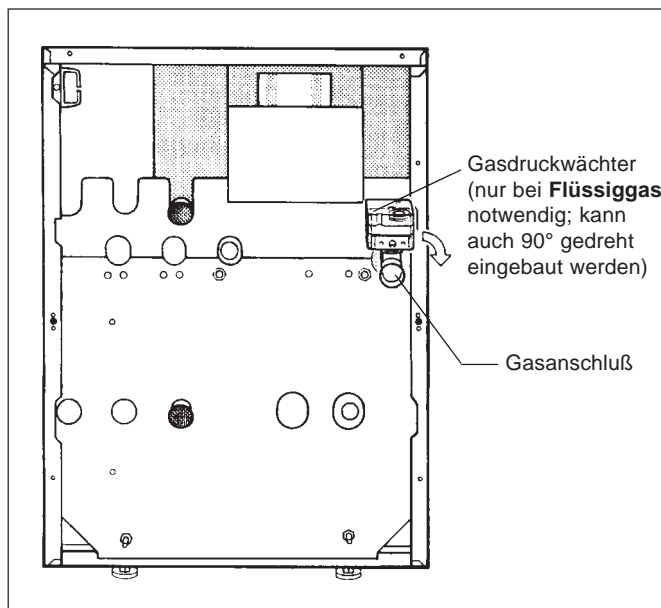

Abb. 13: Gasanschluß
- Gasanschluß nach TRGI bzw. TRF vornehmen. Die Gasleitung ist spannungsfrei am Gasanschluß anzuschließen (Abb. 13).
- Bei **Flüssiggas** den mit den Umstellteilen gelieferten Gasdruckwächter unmittelbar am Gasanschluß des Heizkessels mit der Einstellscheibe nach oben oder nach außen in der Gasleitung eindichten (Abb. 13), dabei mitgelieferten Reduziernippel verwenden, Anschlußleitung neben der Gasleitung durch die Kesselrückwand und innen an der rechten Seitenwand entlang zum Regelgerät führen und elektrischen Anschluß nach Schaltplan herstellen.